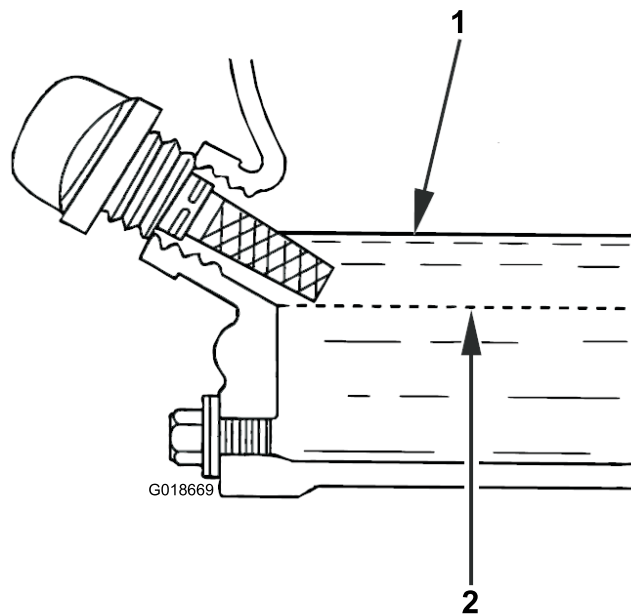

Figura 26
- Introduzca la varilla de aceite en el cuello de llenado, según se muestra en Figura 26, pero no la enrosque en el cuello de llenado.
- Retire la varilla de aceite del orificio de llenado y observe el extremo de la varilla. El nivel de aceite debe llegar al límite superior (Figura 26).